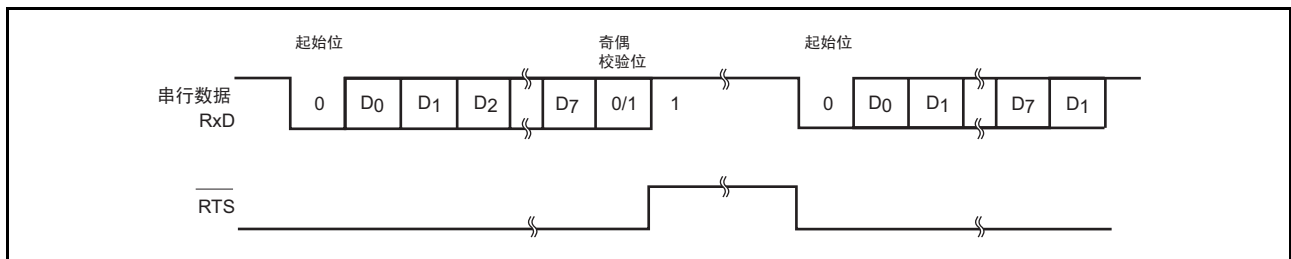

图 15.10 使用调制解调器控制的运行例子（ $\overline{\text{RTS}}$ ）
5. 当调制解调器控制有效并且SCFRDR为空时，输出 $\overline{\text{RTS}}$ 信号。当 $\overline{\text{RTS}}$ 为0时能进行接收；当 $\overline{\text{RTS}}$ 为1时，表示SCFRDR的数据个数大于等于RTS输出的有效触发设定个数。使用调制解调器控制的运行例子如图 15.10 所示。